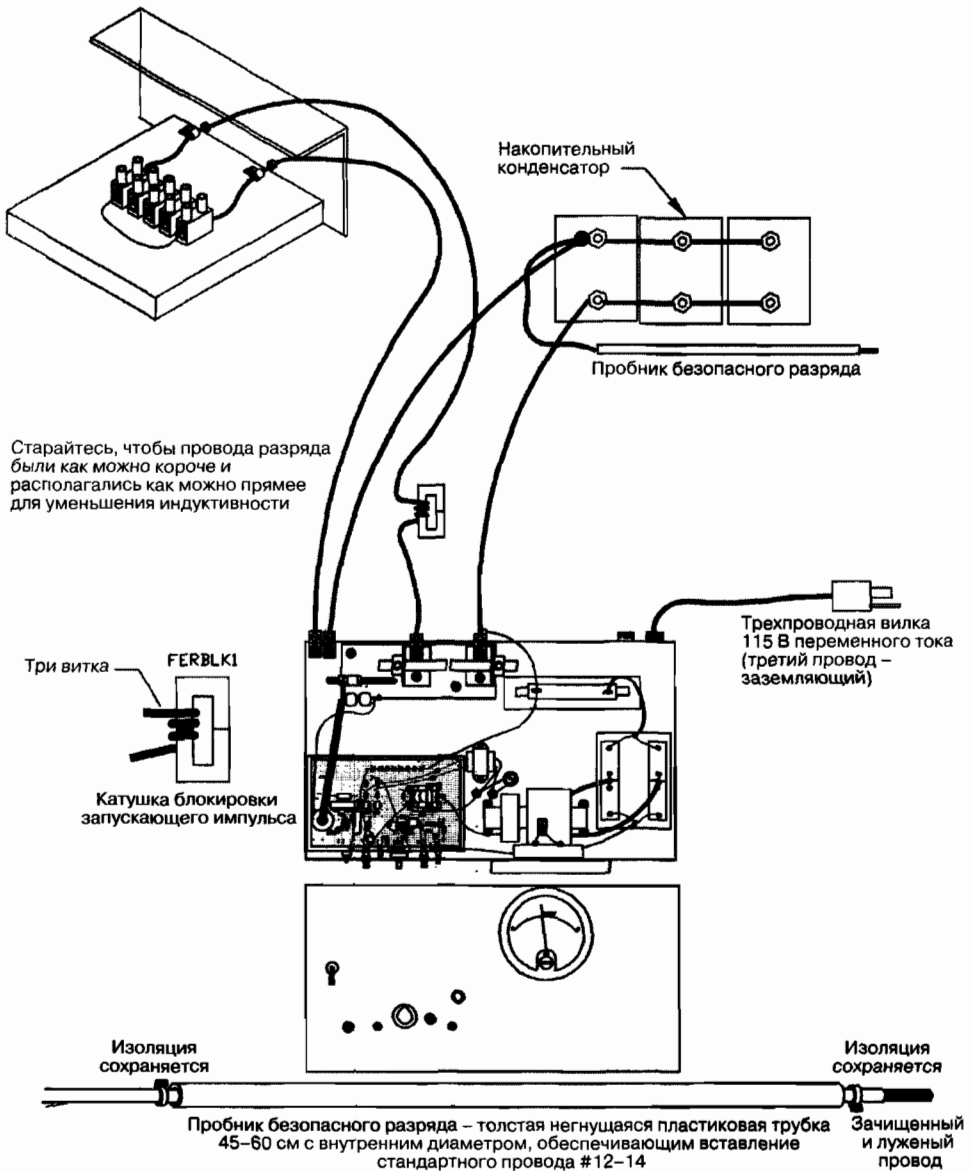

Рис. 6.3. Схема подключения взрывателя провода
2. Расположите взрывную камеру и соедините ее, как показано на рис. 6.3. Прозрачный экран обеспечивает защиту оператора, но открыт с тыльной и боковых сторон. Тыльная сторона используется для размещения образца, служащего мишенью на пути взрыва.